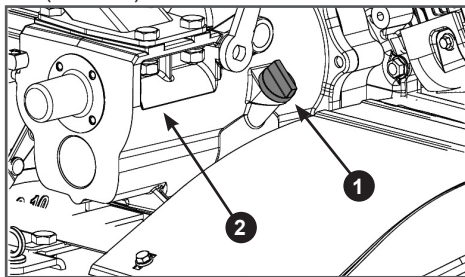

Рис. 24. Крышка маслозаливного отверстия коробки передач
2. Открутите крышку-щуп маслозаливной горловины. Крышка-щуп находится с правой стороны коробки передач под рычагом переключения передач (Рис. 24).